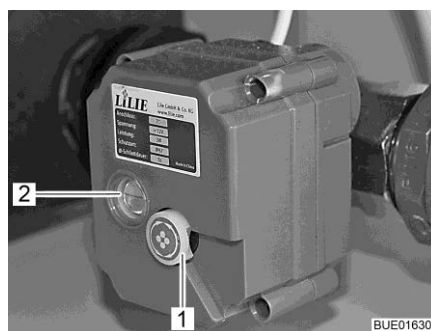

Bild 148 Elektrisch betätigtes Ablassventil
Eine rote Linie im Sichtfenster (Bild 148,2) des elektrisch betätigten Ablassventils zeigt die Ventilstellung an:
- Drehrad (Bild 148,1) am elektrisch betätigten Ablassventil nach außen ziehen und drehen (Drehrichtung beliebig).